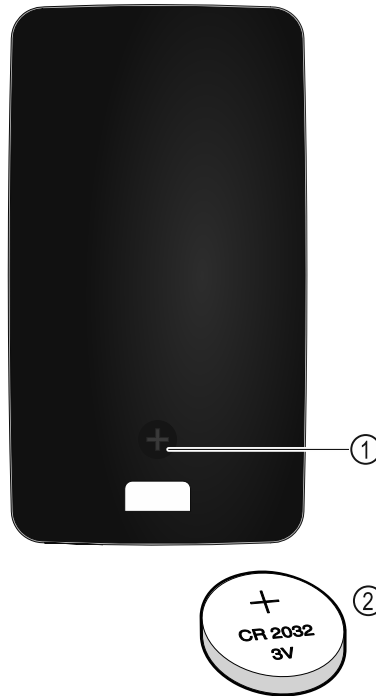

Fig. 230
Furnizimi me energji i telekomandës bëhet përmes një baterie të tipit CR 2032 me 3 V Fig. 230 (2), e cila blihet në një dyqan.
- ▶ Lironi vidën Fig. 230 (1) në pjesën e pasme të telekomandës.